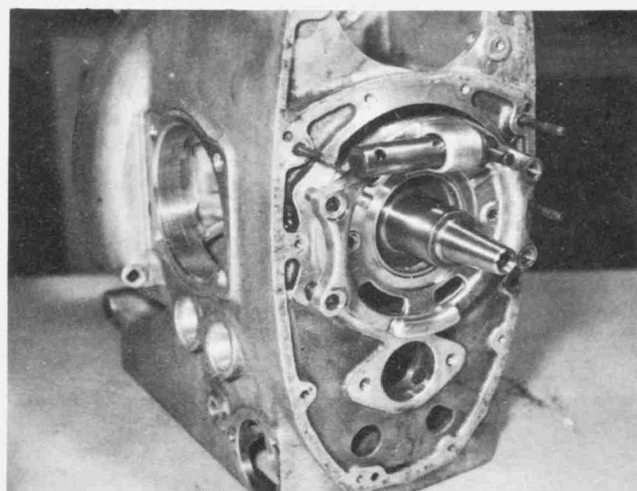

Bild 224
- Das Öldruck-Ausgleichventil besteht aus einem federbelasteten Kolben, der auf dem vorderen Kurbelwellenlager-Gehäuse sitzt (Bild 224).